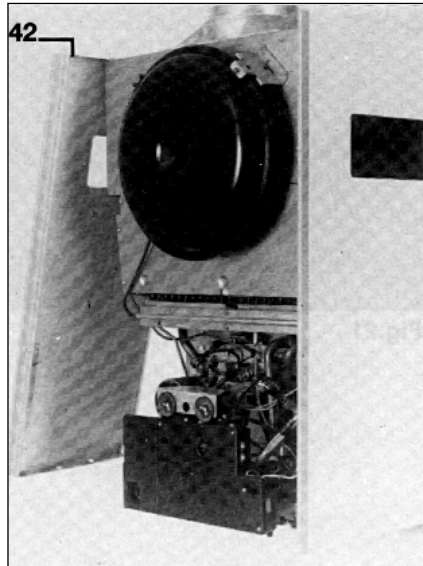
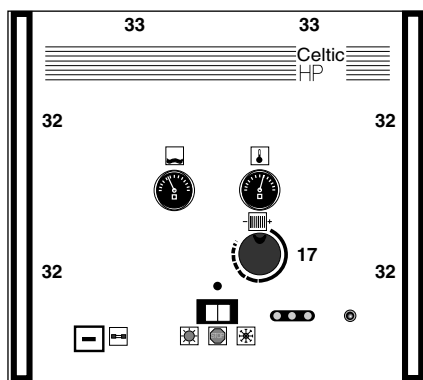

Fig. 21
Fig. 22
2) Assembler les pièces en commençant par les deux panneaux de côté (fig. 21).
- Accrocher les panneaux aux têtes supérieurs (42) (fig. 21), engager et visser à demi les 2 vis en partie inférieure.
- Engager les 5 vis (32) (fig. 22) prévues pour sa fixation afin de le maintenir. Il est possible ensuite de visser complètement ces 5 vis de fixation et de bloquer les vis des panneaux de côté.
4) Accrocher le panneau avant en l'engageant dans les deux têtes supérieurs (42) (fig. 21), et ajouter les 2 vis (33) (fig. 22) de fixation dans la partie inférieure.
5) Poser le bouton de réglage de la température chauffage (17) (fig. 22).